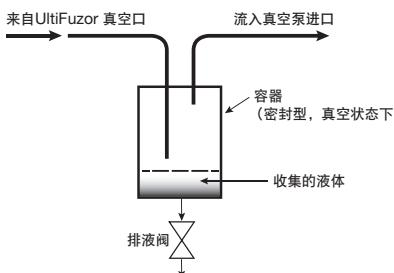

图3：液体捕集图
- 3.4 为了避免吸入任何可凝结蒸汽或液体墨水到真空源中（导致UltiFuzor 模柱损坏情况发生），可在模柱真空端口与真空泵之间放置一个捕集器（图3）。此装置应采用标准捕集器结构，配有真空密闭容器，可以收集液体并且在需要时定期排放。如果担心安全性，此捕集器可保持一个较低的温度，以便冷凝任何由于所施加的真空而可能会从墨水蒸发的溶剂。